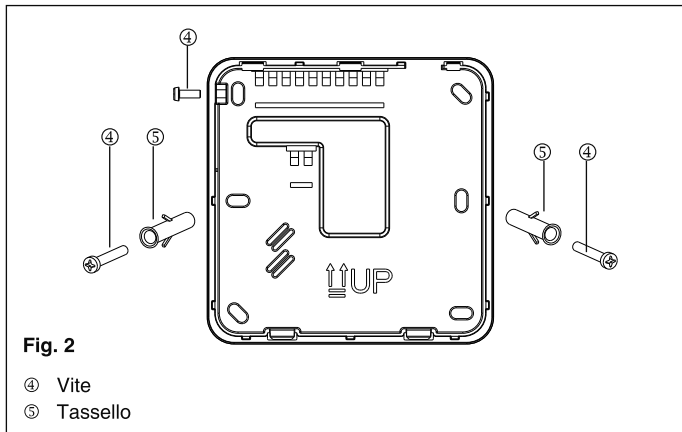

Fig. 2
- Separare la base del comando rimuovendo la vite di chiusura posizionata nella parte superiore sinistra (Fig. 2). Posizionare la base sulla parete contrassegnando i punti di foratura.
- Fissare il comando a parete utilizzando gli appositi tasselli ⑤.
- Richiudere il comando con il suo coperchio tramite la vite tolta in precedenza (Fig. 2).